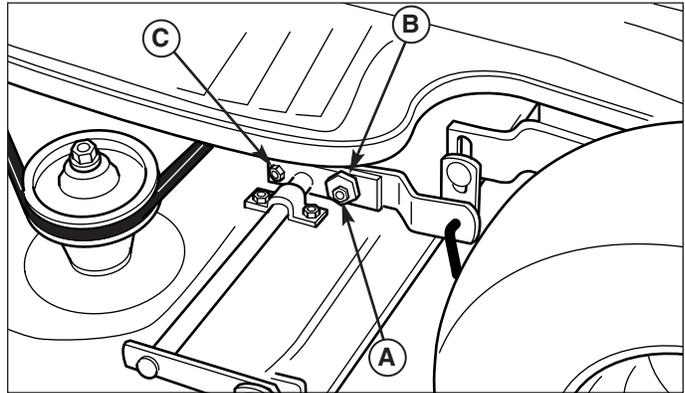

Figure 26. Réglage pour la mise à niveau latérale
5. Voir la Figure 26. Desserrer l'écrou extérieur (A) et la vis auto-taraudeuse (C), puis tourner l'écrou excentrique (B) pour relever ou abaisser le côté gauche de la tondeuse. Quand la tondeuse est mise à niveau, maintenir l'écrou excentrique tout en resserrant l'écrou extérieur. Serrer la vis auto-taraudeuse (C).